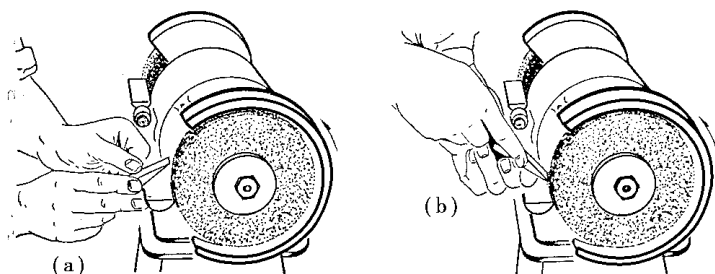

图 2.5.7
7. 磨削时手要适当地靠近砂轮, 并把工件放置成正确的角度, 如图 2.5.7 所示。如果磨削小工件时, 不能直接用手抓工件, 而需用手钳夹住, 这样可避免把你的手指磨伤, 或是砂轮把工件卡住, 如图 2.5.7(a) 所示。
8. 不要将工件反向放在砂轮的上部磨削。如果工件本身很长时, 工件就有可能被卡住! 如图 2.5.7(b) 所示。